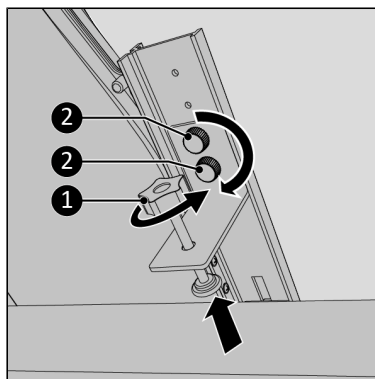

Figure 204.
11. Resserrez complètement la vis de fixation (Figure 204, pos. 1). Si vous manquez d'espace pour fixer le support, vous pouvez ignorer cette étape. Entrebâillez ensuite la fenêtre, en vous assurant si possible qu'elle ne puisse pas se refermer.
13. Vissez le support de fixation sur le rail principal au moyen des deux vis à bouton (Figure 204, pos. 2).